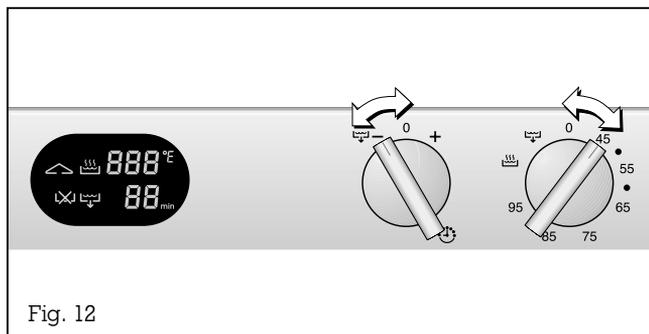

Fig. 12
- Tournez le bouton « température » en position 0. Le symbole sécurité enfants apparaît sur l'afficheur (fig. 12).